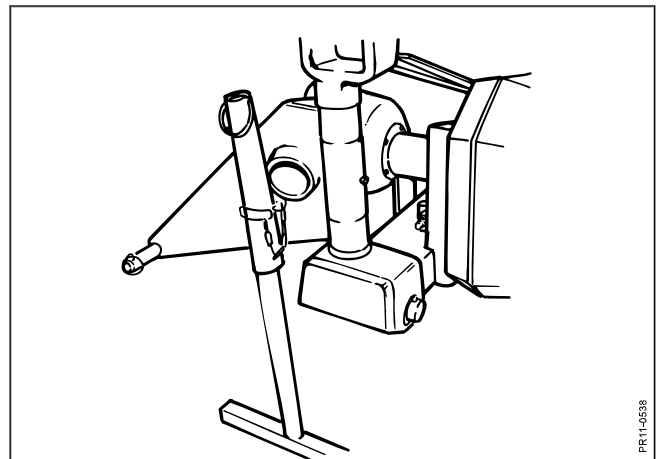

Fig. 1-4
- Fig. 1-4:** Stödbenet monteras på bärramen.